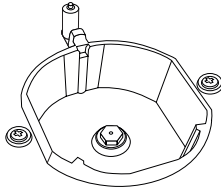
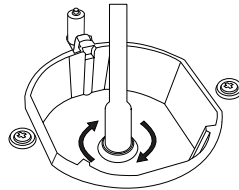

Figura-11
Figura-12
2. Elimine la boquilla (Figura -11) del quemador con una herramienta especial e instale una nueva boquilla (Figura -12)